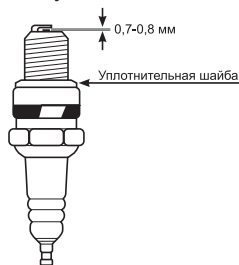

Рис.15
4. Измерьте зазор между электродами свечи специальным щупом. Зазор должен быть 0,7-0,8 мм (Рис.15). При увеличении или уменьшении требуемого зазора рекомендуется заменить свечу, так как регулировка зазора может привести к изменению качества искрообразования.